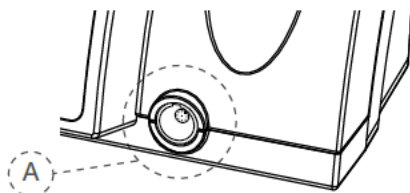

Рис. 2 Роз'єм на передній панелі
5. Приєднайте штекер кабелю мікродвигуна до роз'єму (Рис. 2 A) на передній панелі блока управління.
Гніздо для штекера (Рис. 2, A) являє собою звичайний штекерний роз'єм. Розмістіть червону точку на штекері вертикально до роз'єму оптимального під'єднання до роз'єму. Не вгвинчуйте штекер в роз'єм. Для від'єднання потягніть за металеву частину кабелю. Не вгвинчуйте штекер.